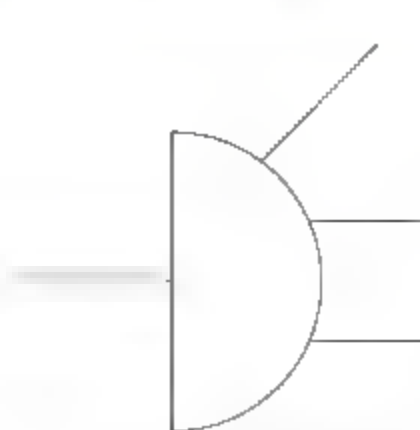

图8-125 旋转线段
**08** 调用L【直线】命令，绘制如图8-125所示的斜线。